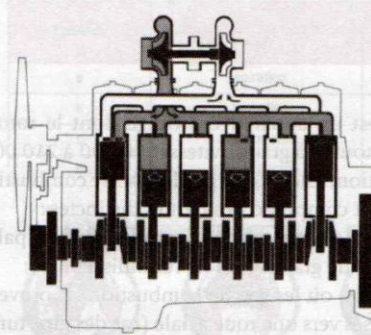
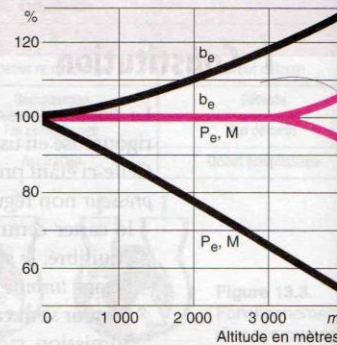

Figure 14.2. Présentation schématique du fonctionnement d'un moteur 6 cylindres à quatre temps suralimenté (système à « pression constante »)
Figure 14.3. Comparaison moteur aspiré/moteur turbo en fonction de l'altitude (pression de l'air atmosphérique) (Doc. KKK)
- conservation des performances en altitude (fig. 14.3) ;
De ce fait, la suralimentation du moteur est réalisée sans aucun prélèvement de puissance. À quelques détails près, la conception des *turbocompresseurs* utilisés sur les *moteurs diesels* est pratiquement unifiée (fig. 14.2). De grands progrès ont été réalisés au point de vue résistance et durée (fig. 14.3) et, actuellement, presque tous les constructeurs disposent de moteurs suralimentés de toutes cylindrées.
- L'alimentation de la turbine peut être réalisée par un système « à pression constante » (ou à accumulation) (fig. 14.2), où tous les échappements des cylindres du moteur sont reliés dans un même *collecteur*.